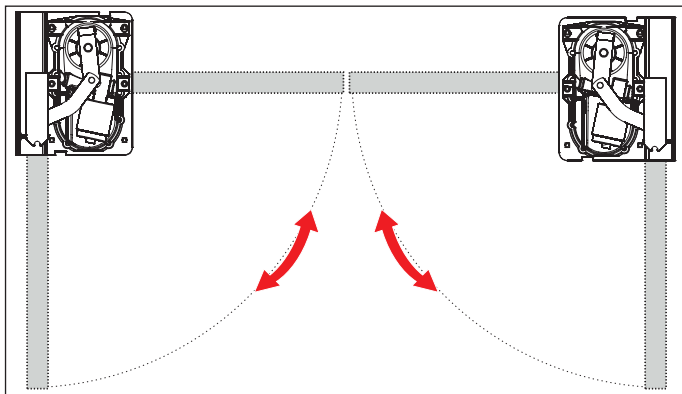

Abb. 3
3. Den Fundamentkasten mit der Antriebseinheit entsprechend der Öffnungsrichtung des Torflügels in das vorbereitete Fundament legen, wie in Abb.3 dargestellt. Siehe auch Kapitel „3.4 Erläuterung der verwendeten Begriffe und Symbole“.